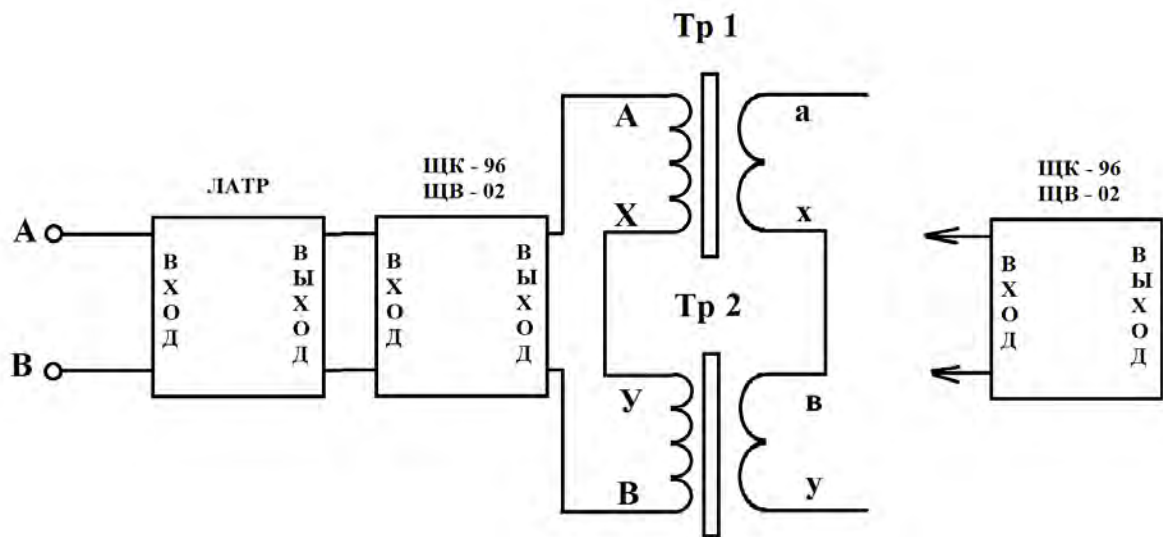

Рис. 5. Параллельное не согласное включение трансформаторов
10. Собрать электрическую схему согласно рис. 5. и представить на проверку преподавателю. ЛАТР вывести в нулевое положение.